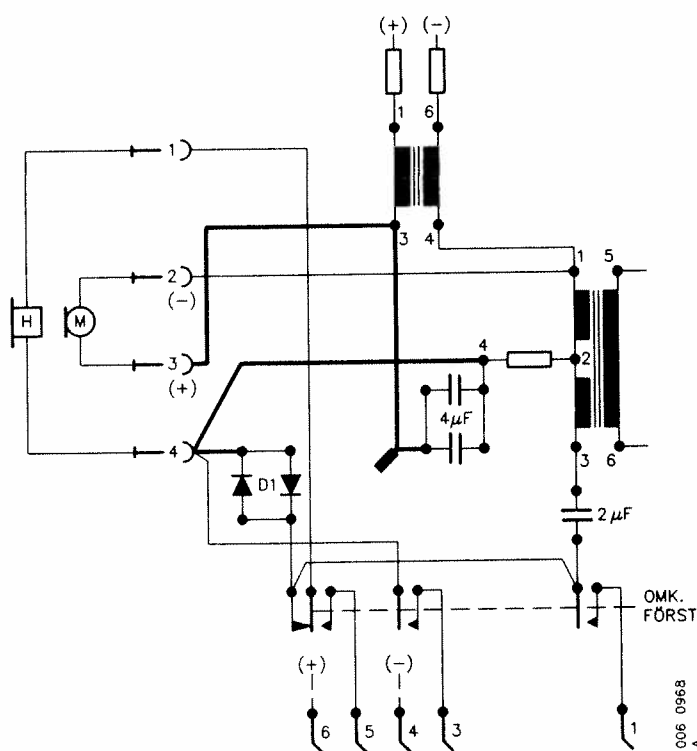

Bild 14. Enhetens koppling efter modifiering
- Flytta och löd fast de lossade förbindningarna enligt bild 14. Förbindningarna lossade från D1 toppskarvas samt isoleras med krympslang. Dra en ny förbindning mellan D1 och hand-/huvudmikrotelefonens stift 4.